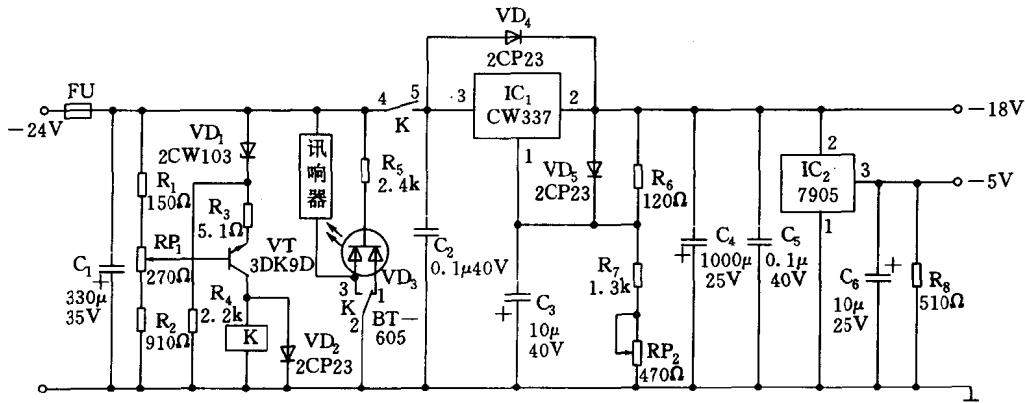

图 1-4
电路如图 1-4 所示。CW337 是一种三端可调负电压稳压器。当输入为  $-24V$  直流电源时, 该电源通过分压电路  $R_5$ 、 $R_6$  及  $RP_2$  在 CW337 的①脚得到可变的分压值, 使③脚输出  $-18V$  直流稳压电源。同时供给三端固定稳压器 LM7905 的②脚作为输入电源, 使③脚输出  $-5V$  的直流稳压电源。二极管  $VD_4$ 、 $VD_5$  为 CW337 的保护管。